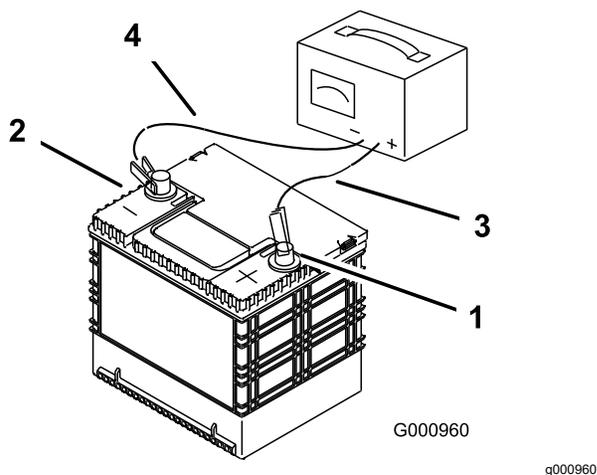

Рисунок 45
2. После полной зарядки аккумулятора отсоедините зарядное устройство от электророзетки, а затем отсоедините провода зарядного устройства от штырей аккумулятора (Рисунок 45).